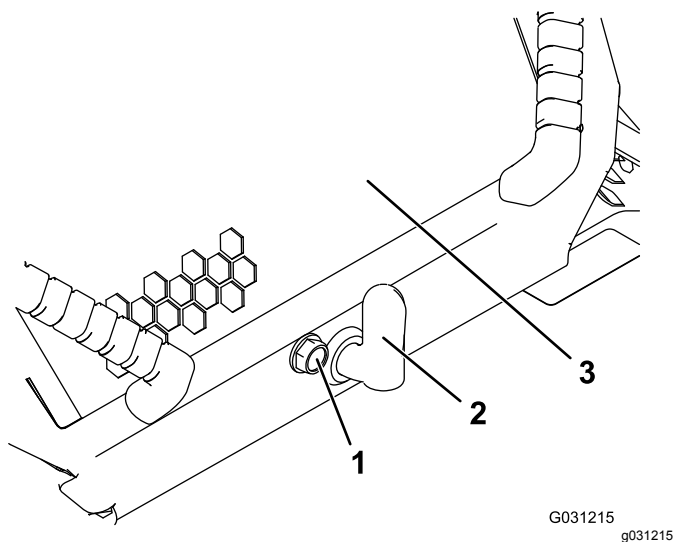

Figure 39
- Desserrez la vis de verrouillage du capot (Figure 39).
- Tournez le verrou du capot dans le sens horaire (Figure 39).
- Soulevez les poignées et relevez le capot (Figure 39).
- Serrez la vis de verrouillage du capot pour fixer le verrou (Figure 39).